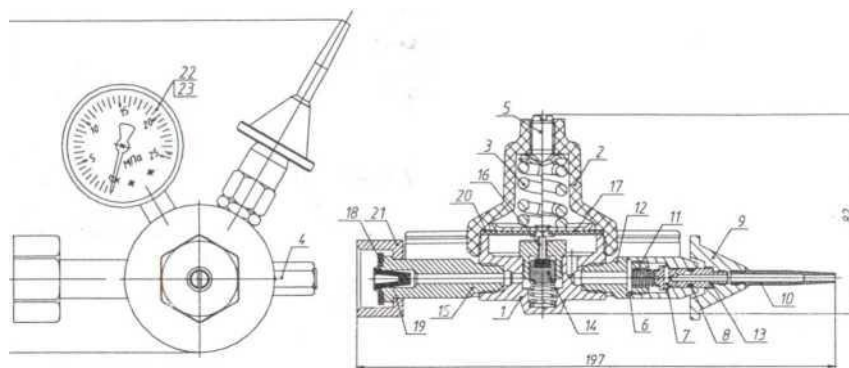

Рис. 1
- Наибольшее давление газа на входе, МПа (кгс/см²) 20 (200)
- Наибольшее давление срабатывания ПК предохранительного клапана, МПа (кгс/см²) 0,8 (8)
- Габаритные размеры, мм, не более 136x82x197(см. рис.1)
Устройство редуктора и присоединительные размеры приведены на рис. 1.